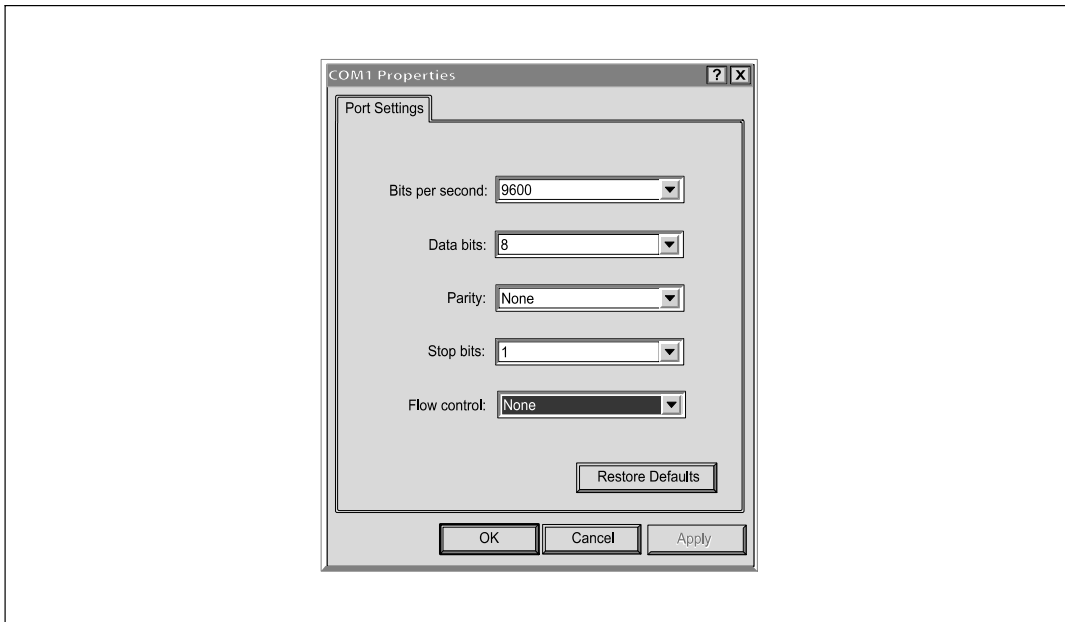

Figura 6. Establecer la configuración del puerto
- 4 Establezca la línea de serie en **9600 baudios, 8 bits de datos, sin paridad, 1 bit de parada, sin control de flujo** (consulte la Figura 6).